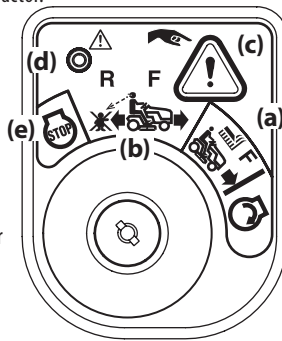

Figura 19
3. Presione y sostenga el BOTÓN MODO PRECAUCIÓN MARCHA ATRÁS (c) que está en la esquina superior derecha del módulo de encendido durante 3 segundos. La luz indicadora roja (d) que está en la esquina superior izquierda del módulo de encendido se mantendrá ENCENDIDA mientras esté el modo activado. Consulte la Figura 19.
4. Una vez activado (luz indicadora ENCENDIDA), se puede operar el tractor en marcha atrás con la PTO (Acople de cuchillas) en la posición acoplada (ON).